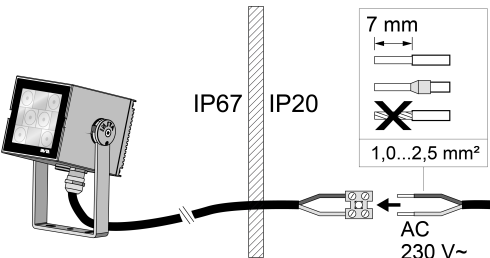

Bild 5: Anschluss mit Schraubklemme
- Zuleitung gemäß Zeichnung vorbereiten und elektrischen Anschluss vornehmen (Bild 5). Anschlussbelegung beachten (siehe Tabelle).